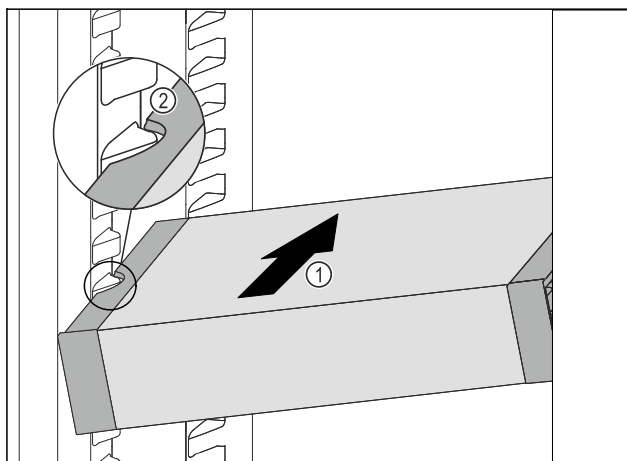

Fig. 74
- ▶ Вдвигайте VarioSafe под наклоном в холодильное отделение Fig. 74 (1), пока боковые выемки Fig. 74 (2) VarioSafe не окажутся на высоте выступа резервуара в холодильном отделении.